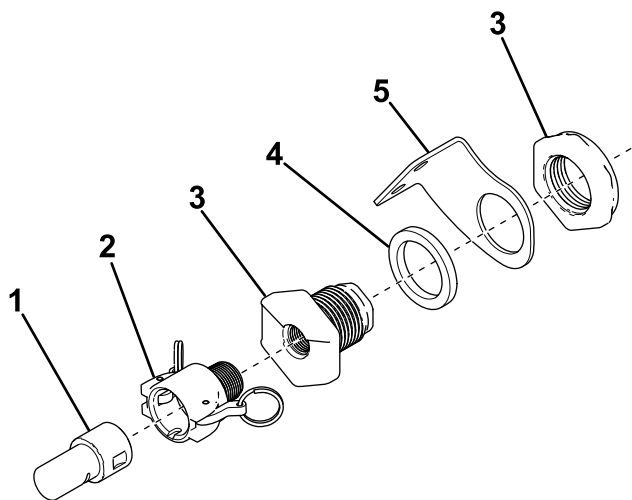

Figure 8
1. Fixez la buse de pulvérisation, le raccord rapide et la traversée sur le support de la buse, comme montré à la Figure 8.